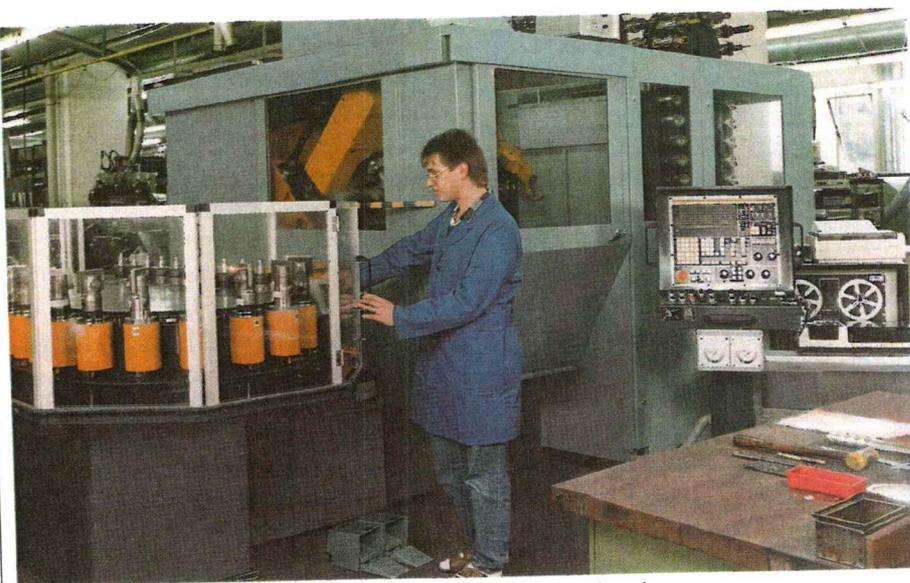

Bild 1.13: Typ RT 100 ist immer dann zu bevorzugen, wenn statisch und dynamisch steife Maschinen zur Verfügung stehen.
• Typ RT 100 ist speziell im Durchmesserbereich 3 - 14 mm immer dann zu bevorzugen, wenn statisch und dynamisch steife Maschinen (Bild 1.13) zur Verfügung stehen. Dabei sind **höchste Standzeiten** und hochgenaue Bohrungen erzielbar. Unter optimalen Bedingungen bieten die Vollhartmetallwerkzeuge eindeutig die besseren Ergebnisse, d.h. höhere Standzeit, höhere Qualität (Bilder 1.3 und 1.14).